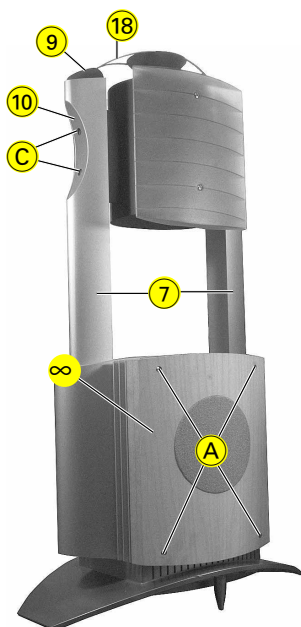

Fig. 1
- Je 4 Schrauben (A) (Fig. 1) herausschrauben und die beiden Holzblenden ∞ abnehmen. Die Lautsprechereinheit herausziehen und bei Bedarf die Steckverbindungen auftrennen.
2. Mitten- / Hochtonlautsprecher (15)
- Je 2 Schrauben (C) herausschrauben und die beiden Seitenteil-Abdeckungen (10) mit Kappen (9) und Bügel (18) nach oben aus den Seitenteilen (7) ziehen (Fig. 1).
- Lautsprecher-Abdeckung (16) vorsichtig abnehmen.
- Undo 4 screws (A) (Fig. 1) each and remove the 2 wooden masks ∞. Pull out the speaker unit and disconnect the connectors if necessary.
2. Midtone Speaker / Tweeter (15)
- Undo 2 screws (C) each and pull off both side part covers (10) together with caps (9) and bracket (18) out of the side parts (7).
- Carefully remove the speaker cover (16) (Fig. 1).